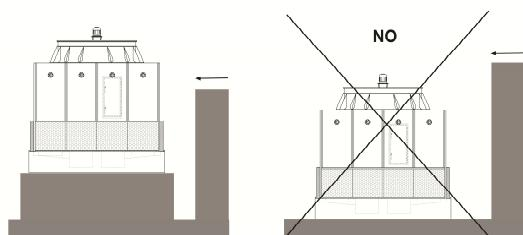

Fig. 8
e) In case of existing obstacles close to the tower and higher than it, it will be necessary to install the tower in a higher position in order to get an air exit at the same height, at least, than the obstacle, especially in case the predominant air direction will be as indicated in Fig 8.
- e) S'il y a des obstacles à proximité plus hauts que la tour, hisser celle-ci pour que la décharge de l'air atteigne au moins la hauteur de l'obstacle, surtout dans le cas où la direction prédominante de l'air soit celle indiquée sur la figure 8.